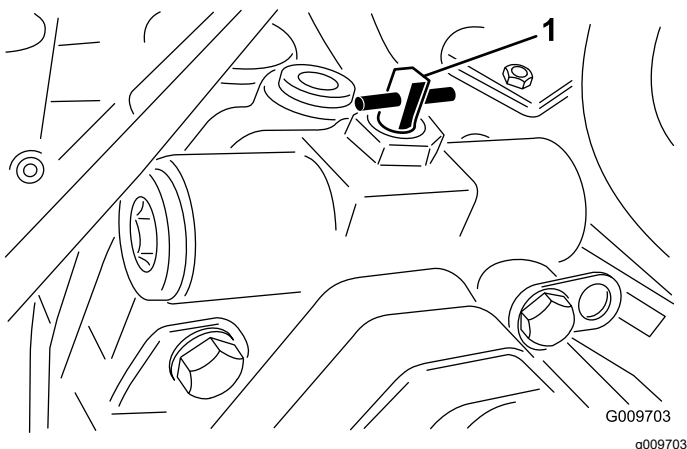

Figura 44
3. Girate la valvola di 90° (1/4 di giro) in qualsiasi direzione per aprirla e consentire al fluido di effettuare il bypass internamente (Figura 44).
2. Girate la valvola di 90° (1/4 di giro) in qualsiasi direzione per aprirla e consentire al fluido di effettuare il bypass internamente (Figura 44).